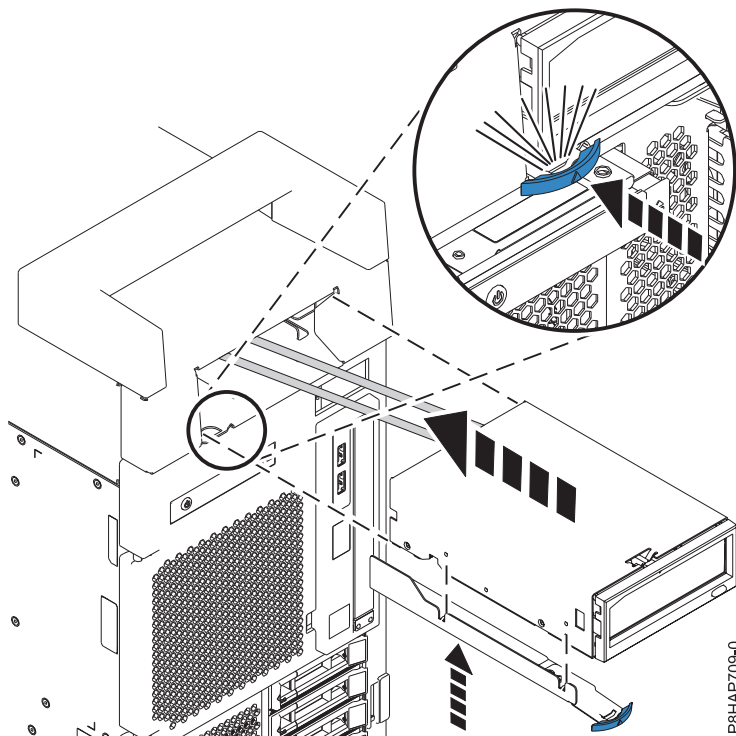

Figura 64. Instalación de la estación de acoplamiento RDX interna
4. Deslice el dispositivo en el sistema y presione el pestillo en la dirección que se muestra hasta que quede encajado en su lugar. Consulte la Figura 64.